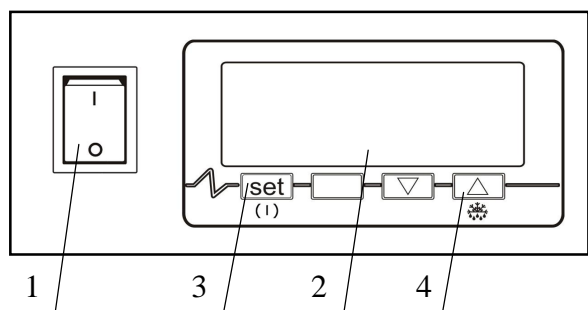
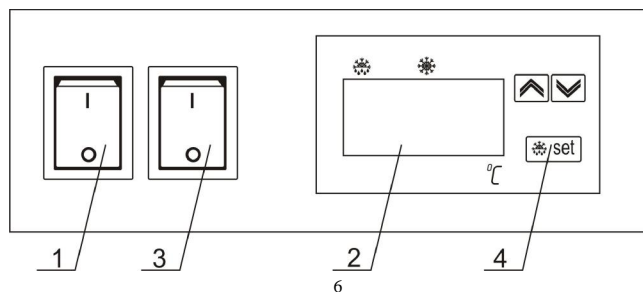

Рис.1
Рис.2
Снять напряжение с электророзетки. Вставить вилку в электророзетку и подать напряжение на розетку. Включить охлаждаемый стеллаж нажатием кнопки (позиция 1 рис.2). Загрузку стеллажа продуктами производить после достижения заданного температурного режима.
Витрина снабжена пультом управления (рис. 1, рис. 2), в состав которого входит контроллер (поз.2).
Включение/выключение прибора для пульта управления (рис. 1) производится нажатием кнопки , с удержанием её в течении 4 секунд, а для пульта управления (рис. 2) производится нажатием клавиши выключателя (рис. 2, поз. 3). Предварительная установка параметров прибора произведена на заводе – изготовителе.
Внутреннее освещение охлаждаемого стеллажа обеспечивается специальной флуоресцентной лампой отличающейся низким выделением тепла, экономным потреблением электроэнергии и повышенной яркостью. Выключатель света находится на пульте управления витрины (поз.1 рис.1, рис.2).
- после высыхания стеллажа, вставить вилку в розетку подать напряжение на розетку, включить агрегат кнопкой (поз.1 рис.2).